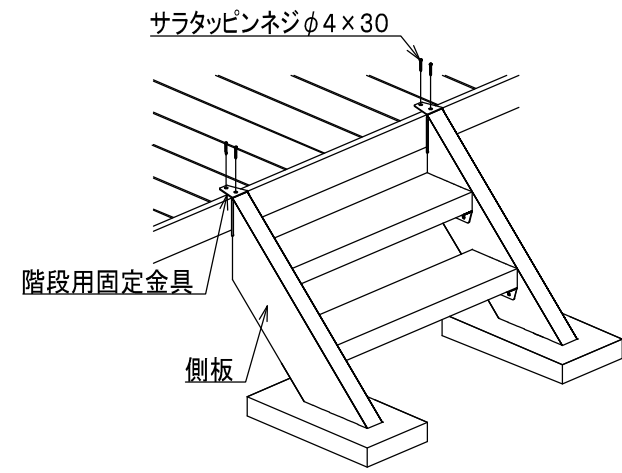

図6. デッキへの取付
- (2) 側板に取り付けられている階段用固定金具をサラスタッピンネジφ4×30でデッキに取り付けてください(図6)。